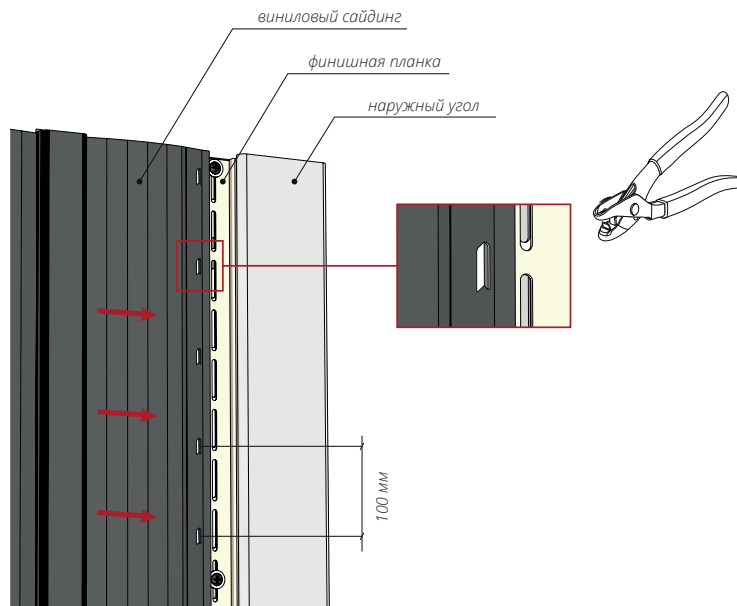

Рисунок 75
**15.5** Завершающая панель в ряду подрезается по размеру с использованием ножа или ножниц прямых, важно, чтобы рез был ровный. Используя просекатель насечек, необходимо сделать насечки с интервалом 100 мм (рис. 75). Заведите панель сайдинга в финишную планку. За счет насечек панель сайдинга надежно фиксируется в финишной планке и имеет возможность линейно расширяться при изменении температуры окружающей среды.